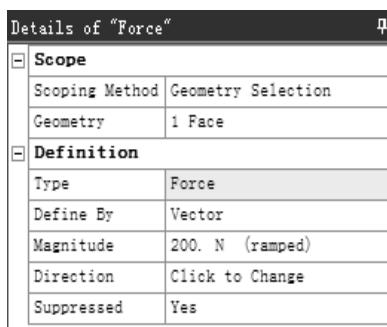

图 4.2.10 “Details of ‘Force’”对话框(一)
步骤 02 选取命令。在“Outline”窗口中选中  **Static Structural (BS)** 选项，在“Environment”工具栏中选择  →  命令，弹出图 4.2.10 所示的“Details of ‘Force’”对话框(一)。